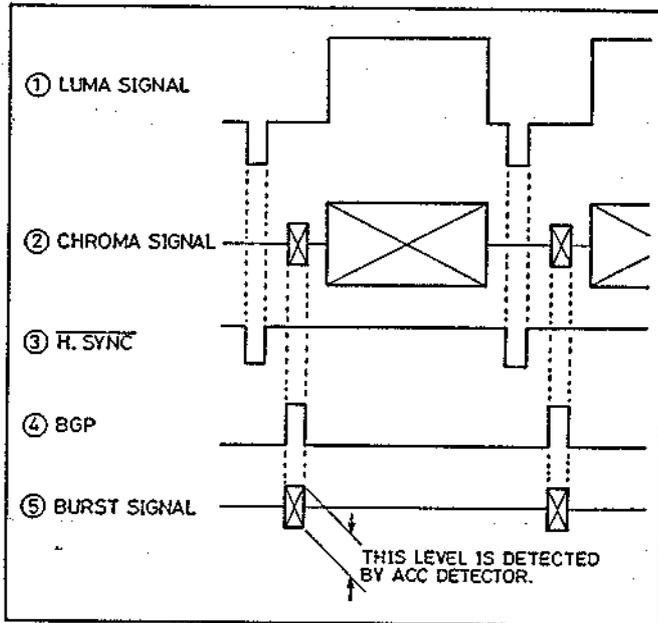

Abb. 5-16 ACC Betriebsvorgang
(2) ACC Schaltkreis (ACC, Abb. 5-16)